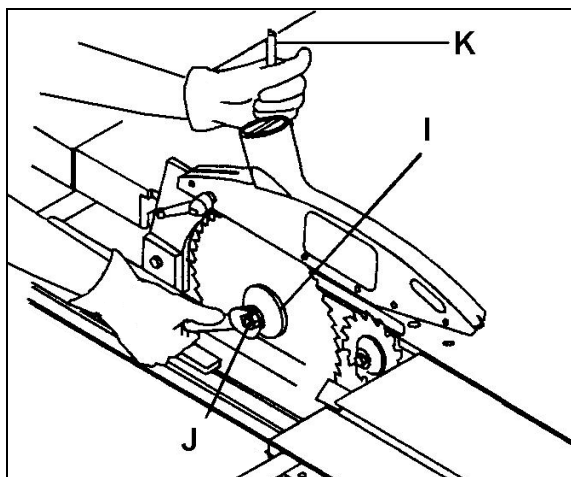

Fig 23
Desserrez l'écrou de l'arbre (J, Fig 23) tout en arrêtant la rotation de l'arbre avec le goujon de blocage (K).